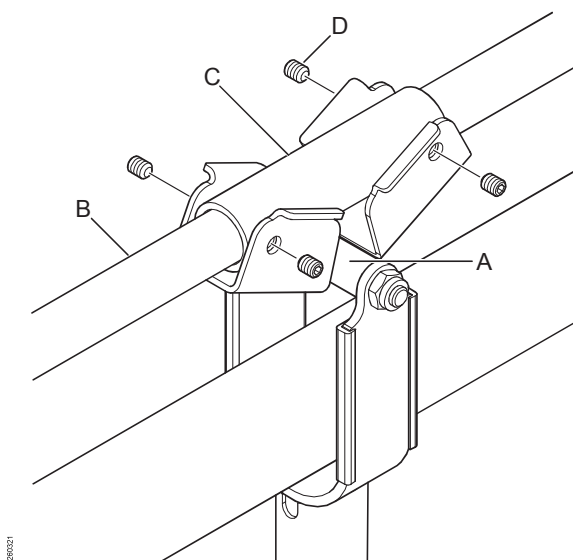

Fig. 31: Skifte låseinretningen.
1. Plasser det dreibare røret (A) perpendikulært til kontrollrøret (B) slik Fig. 31 viser.
2. Installer låseinretningen (C) ved å stramme de fire innstillingskruene M8 x 10 A2 (D) slik Fig. 31 viser.
Merk! Stram de fire innstillingsskruene M8 x 10 A2 (D) godt for å unngå at de løsner (se Fig. 31).